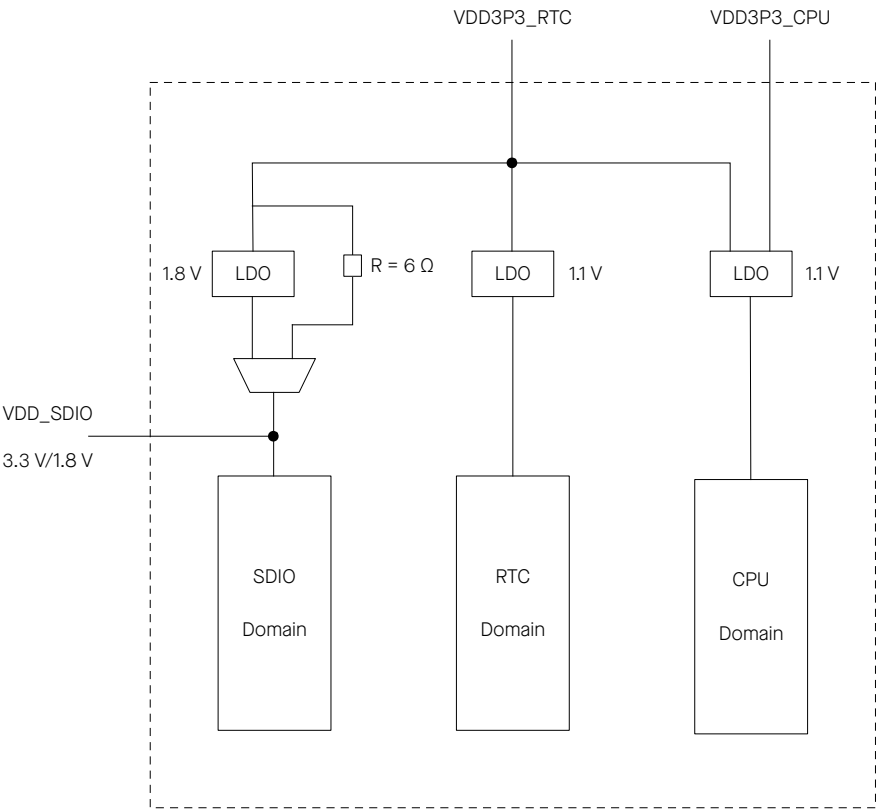

图 2-3. ESP32 电源管理
电源管理如图 2-3 ESP32 电源管理 所示。
1. ESP32-U4WDH 的封装内 flash 以及 ESP32-D0WDRH2-V3 的封装内 PSRAM 均运行在 3.3 V 电压下，此时，VDD_SDIO 会通过 6 Ω 的电阻从 VDD3P3_RTC 取电，见图 2-3。